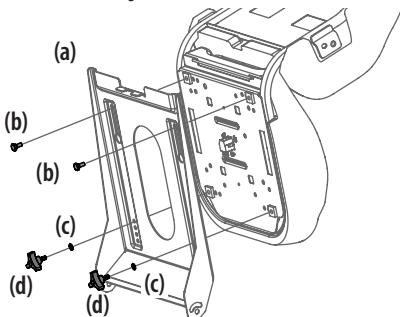

Figure 5
- Pour le bouton d'ajustement du siège : insérez les boulons (b) dans les trous arrière et la rondelle de blocage (c) et les boutons (d) dans les trous avant. Serrez solidement. Consultez la Figure 5.